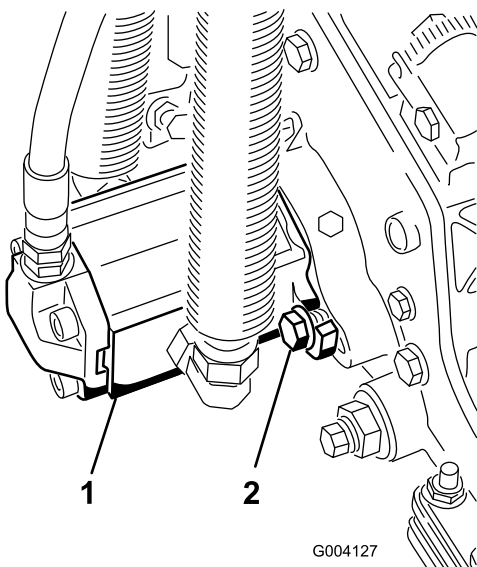

図 32
3. モータを手を持ち、右回りにひねってモータのフランジをボルトから逃がしながら、キャップスクリューにモータをセットする(図 32)。